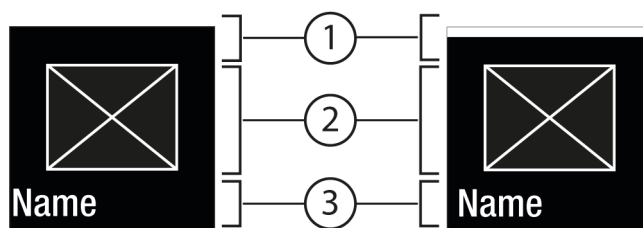
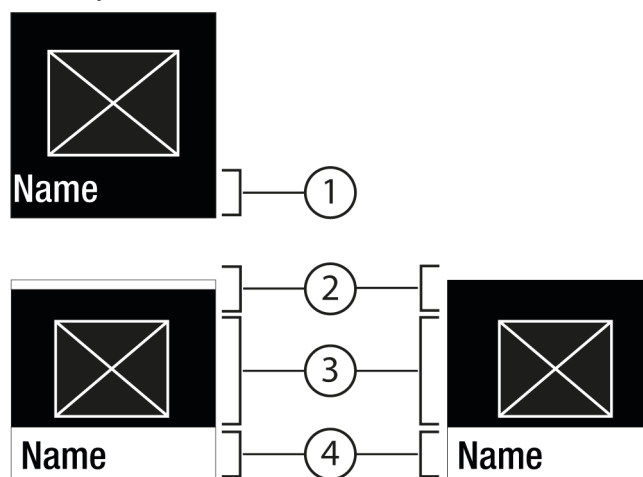

Fig. 6
Fig. 7
- Pomocou Potvrdiť Fig. 5 (2) vyvolajte podmenu Fig. 7 (4).
- Nastavenie novej hodnoty: Pomocou Potvrdiť Fig. 5 (2) vyberte deaktivovanú hodnotu Fig. 6 (1).
- Späť na menu: pomocou Potvrdiť Fig. 5 (2) vyberte už aktívnu hodnotu Fig. 6 (2).
- ▷ Stav: aktivovaná *Fig. 6 (1)* sa krátko objaví v podmenu *Fig. 7 (4)*.